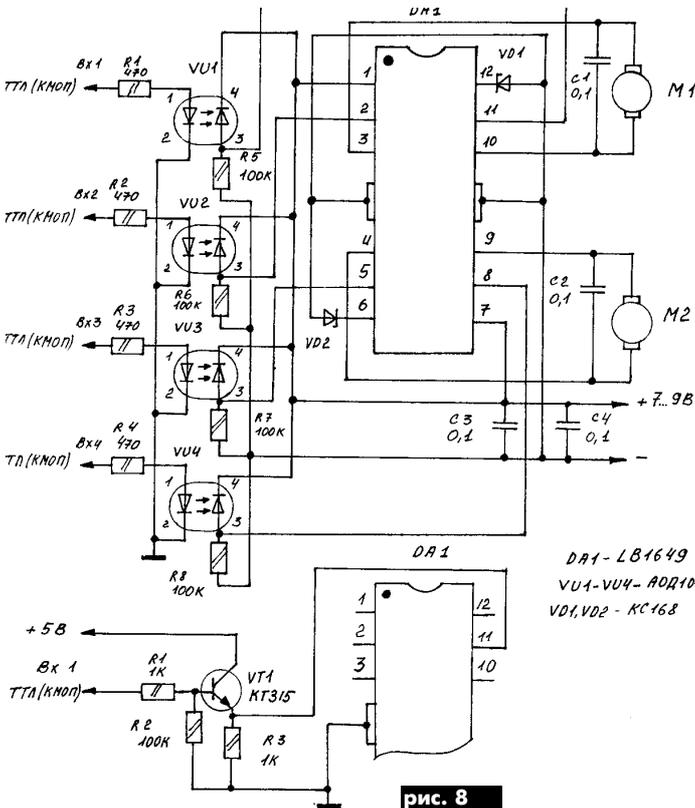
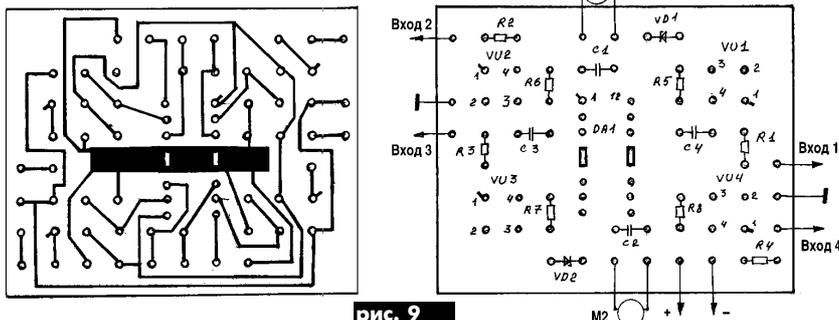

рис. 8
рис. 9
Драйвер LB1649 предназначен для управления двумя коллекторными двигателями. Его параметры и состояние входов-выходов представлены в табл.3-5. Микросхемы выпускаются в корпусе типа DIP12F. Дополнив схему согласно рис.8, получим схему для управления двумя двигателями модели. Схемы включения оптронов и эмиттерных повторителей аналогичны схемам на рис.5 и 7. Вариант печатной платы для схемы с оптронами VU1-VU4 показан на рис.9.
**Наладка.** Правильно собранные схемы наладки не требуют, кроме подборов сопротивлений входных резисторов R1, R2, (рис.5,7) и R1- R4 (рис.8) по типу логики дешифратора (на схемах номиналы этих резисторов приведены для ТТЛ-логики). Важно, чтобы ток потребления двигателей не превышал выходных токов микросхем. Двигатели, используемые в схемах, типа ДПОЗ или аналогичные на рабочем напряжении до 9 В, имеют ток потребления до 0,3 А. На радиорынке микросхема LB1641 стоит около 3 грн., LB1649 - около 5 грн.